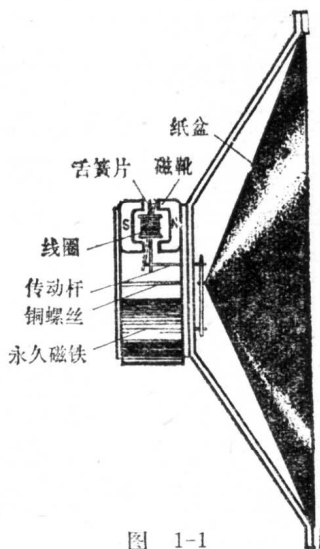

图 1-1
1. 结构与工作原理: 舌簧喇叭的结构如图1-1。在永久磁铁的两极之间,装嵌着